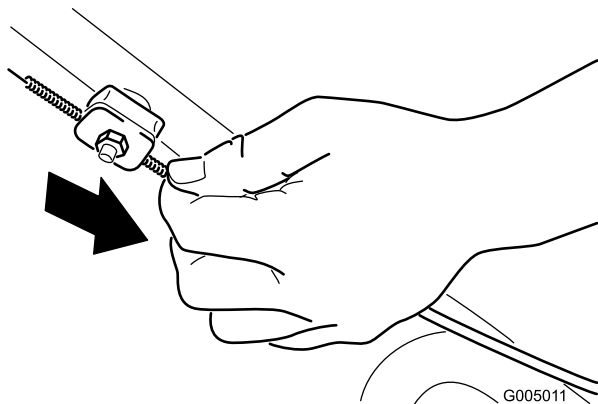

Figura 25
2. Tire hacia abajo de la cubierta del cable (hacia el cortacésped) hasta eliminar la holgura en el cable (Figura 25).